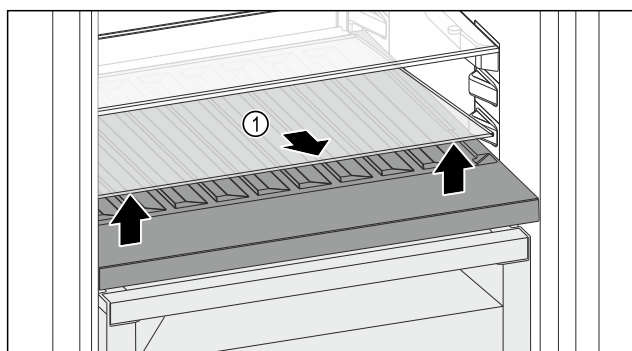

Fig. 120
- 抬起前部槽上的玻璃隔板 Fig. 120 (1) 并取出。
- 将玻璃隔板 Fig. 120 (1) 稳妥地放在冰箱外。